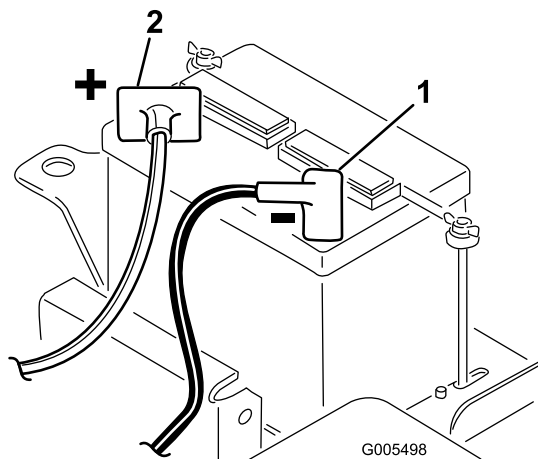

Figure 10
2. Branchez le câble de batterie positif (rouge) entre le solénoïde de démarreur et la borne positive (+) de la batterie (Figure 10). Serrez-le avec une clé et enduisez la borne de vaseline. Vérifiez que, lorsque le siège est en position extrême arrière, il n'est pas en contact avec le câble car il risquerait de l'user ou de l'endommager.